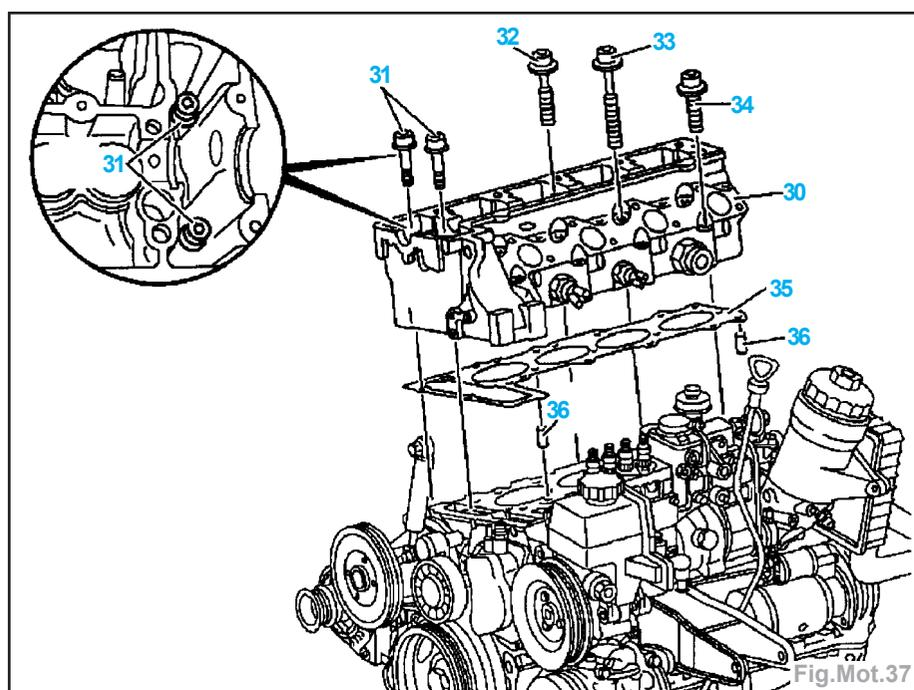

Fig.Mot.37
- Déposer le turbocompresseur (23) (moteur 601.970).
- Dévisser les vis à 6 pans creux (31) sur le couvercle de carter de distribution (Fig.Mot.37).